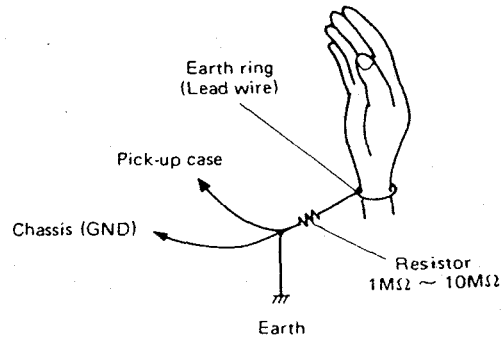

Fig. 4-2
- (1) Do not touch the laser diode terminal, the LD plate and circuit components.
- (2) While adjusting the laser pick-up, be sure to ground instruments connected and your body to prevent static electricity destroying the laser diodes (See Fig.4-2).
- (3) Laser beams are similar to infrared rays. Do not look at the beams directly and keep your eyes at least 30 cm away from them.
- (1) レーザー・ダイオード端子、及び LD プレート、回路部品に直接手を触れぬこと。
- (2) 光ピックアップを取り扱う際は、測定器等に確実なアースを取ること。又、人体アースを行ない、静電気破壊を防止してください。(Fig. 4-2 参照)
- (3) レーザ光は近赤外で目視は困難です。目の安全のため、目を対物レンズから 30 cm 以上離してください。